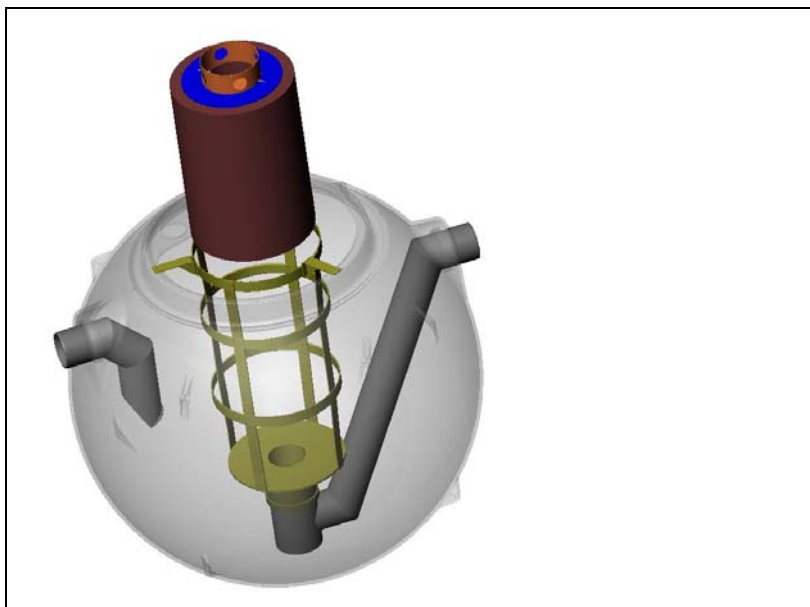

Рис. 6 Фильтр бензомаслоотделителя EuroPEK Omega.
4. Для более основательной очистки фильтра, разберите его. Фильтр состоит из нескольких частей, которые соединяются крепежными стержнями (Рис. 6). Стержни крепятся к крышке фильтра и между собой. К крышке фильтра прикреплена подъемная ручка. Открутите находящиеся на поверхности крышки гайки, снимите крышку и разберите фильтр. Промойте части фильтра, избегая при этом прямонаправленной струи. Вода от мытья фильтра может направляться прямо в отделитель, избегайте при этом попадания ее в выходной патрубок или проведите мытье фильтра в месте, откуда вода от мытья поступает на очистку.